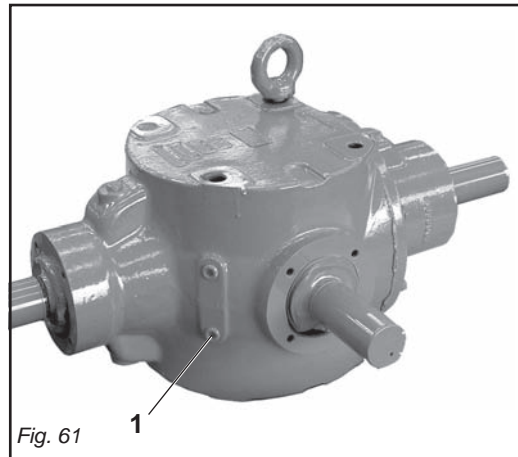

Fig. 61
- Per verificare il livello olio nella scatola centrale del riduttore (1 Fig. 65) svitare il tappo inferiore (1 Fig. 61) e controllare che il livello sia a filo del bordo inferiore del foro del tappo. Eventualmente rabboccare.
- *To check the oil level in the central housing of the final drive (1 Fig. 65), unscrew the lower plug (1 Fig. 61) and make sure that the level reaches the lower edge of the plug hole. Top up if necessary.*
- Pour vérifier le niveau de l'huile dans le boîtier central du réducteur (1 Fig. 65), dévisser le bouchon inférieur (1 Fig. 61) et contrôler que le niveau est au raz du bord inférieur de l'orifice du bouchon. Si nécessaire faire un rajout.
- *Um den Ölstand im zentralen Getriebegehäuse (1 Abb. 65) zu prüfen, den unteren Stopfen (1 Abb. 61) abdrehen und sicherstellen, dass das Öl bis zur unteren Kante der Stopfenöffnung steht. Eventuell Öl nachfüllen.*
- Para controlar el nivel aceite en la caja central del reductor (1 Fig. 65) desenroscar el tapón inferior (1 Fig. 61) y controlar que el nivel llegue al borde inferior del agujero del tapón. Si es necesario abastecer.